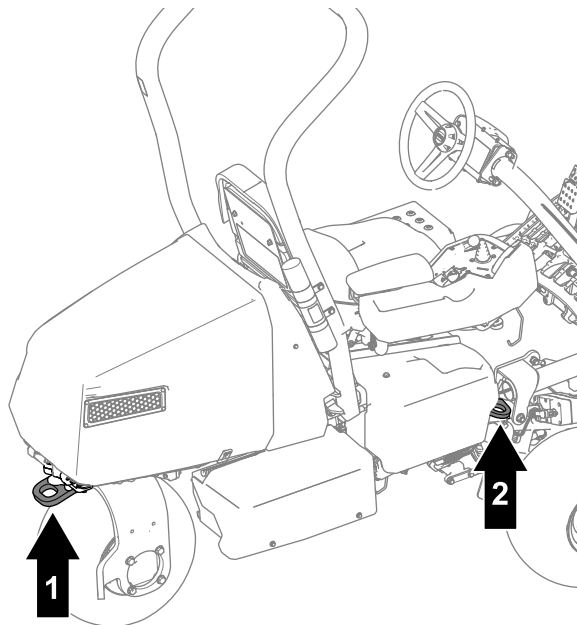

Рисунок 29
- Надежно закрепите машину с помощью ремней, цепей, тросов или веревок. И передний, и задний ремни должны быть направлены вниз и в сторону от машины (Рисунок 29).